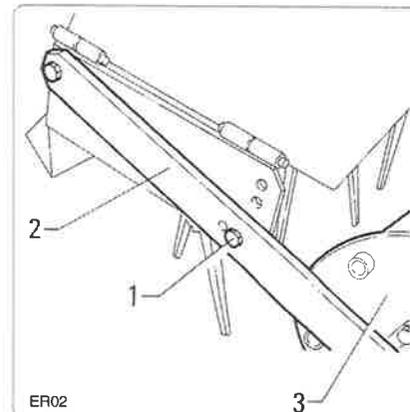

fig. 5.3.1
La profondeur de travail est réglée par le rouleau arrière "3". Pour le réglage positionner le bras "2" de soutien du rouleau dans la bonne position et l'ancrer avec les axes "1" dans le trou le plus près. Plus le rouleau "3" est bas plus la profondeur de travail est faible et vice-versa (v. fig. 5.3.1).
*Die Arbeitstiefe wird mit der Nachlaufwalze "3" eingestellt. Für ihre Einstellung den Tragearm "2" der Walze in die richtige Position bringen und mit den Bolzen "1" im nächsten Loch befestigen. Je niedriger sich die Walze "3" befindet, desto geringer ist die Arbeitstiefe und umgekehrt (vgl. Abb. 5.3.1).*